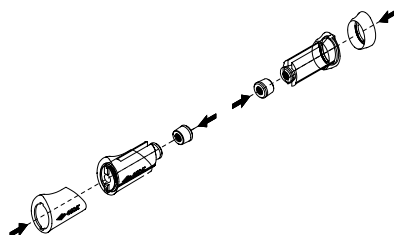

FIG. 12
- 11) Introdurre alle due estremità della barra i tappi di raccordo ed i manicotti ad espansione con le relative bussole filettate inserite con una leggera forzatura (fig. 12).
- 11) Put the connection plugs and the expanding sleeve collars with the threaded bushes on the two ends of the bar using minimal force (Fig. 12).
- 11) Introduire aux deux extrémités de la barre les bouchons de raccord et les manchons à expansion avec les douilles filettées correspondantes introduites en forçant légèrement (fig. 12).
- 11) Introduzca en las dos extremidades de la barra las tapas de unión y los manguitos de expansión con los correspondientes casquillos roscados, que se deben insertar con un leve forzamiento (Fig. 12).
- 11) De twee aansluitdoppen aan de uiteinden van de dwangstang en de expansiemoeren met de betreffende schroefbussen aanbrengen (afb. 12), door ze volledig in te schuiven.
- 11) An den beiden Stangen-Enden die Verbindungsdeckel und die Spannhülsen mit entsprechenden Gewindehülsen mit leichtem Druck einsetzen (Abb. 12).